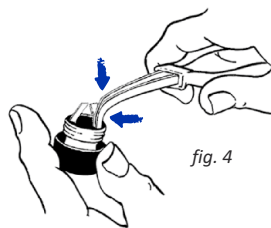

fig. 4
- Pour réduire la force du ressort**, il faut augmenter l'écartement des 2 lamelles – cf fig 4, à l'aide d'une paire de pinces à bec fin, en insérant l'extrémité des pinces entre le bord du bouchon et les lamelles, et en serrant modérément.